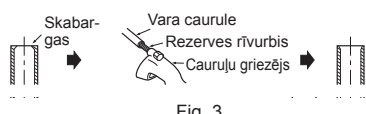

Fig. 3
- 2) Rūpīgi likvidējiet visas skabargas no apgrieztās caurules daļas. (Fig. 3)